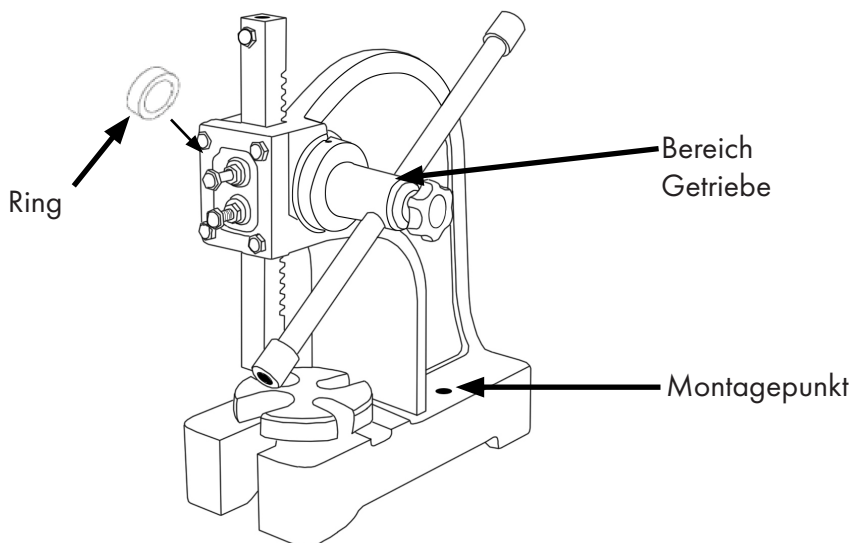

Abbildung 2
- Setzen Sie das Zahnradteil des Griffs in die Seite der Dornpresse ein, wie in Abb. 2 gezeigt
- Schieben Sie den Ring auf das vorstehende Ende des Zahnrads, wie in Abb. 2 gezeigt